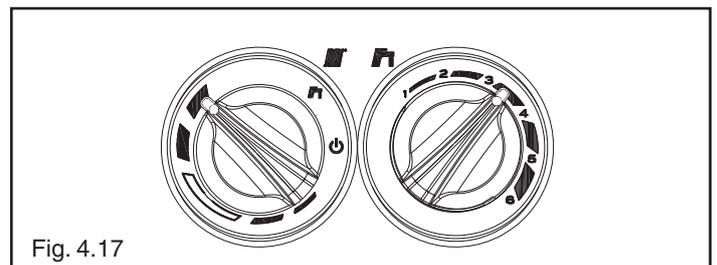

Fig. 4.17
- portare il selettore temperatura acqua riscaldamento al valore massimo (Fig. 4.17)
- portare il selettore temperatura acqua riscaldamento al valore massimo, selettore sul simbolo + (Fig. 4.17)